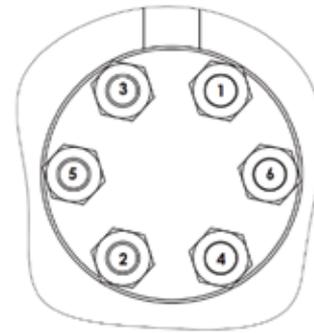

图 13- 螺母上紧顺序
7. 用手拧紧所有螺母（项目 10）。按照图 13 所示的扭紧顺序，将螺母扭紧至下文推荐扭矩表中所列要求值的 20%。重复此顺序，逐步拧紧至规定扭矩的 50%、80%，最后拧紧至 100%。